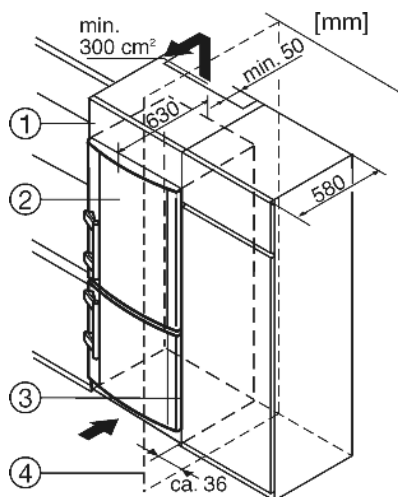

Fig. 8
- (1) Nastavná skříňka
- (2) Přístroj
- (3) Kuchyňská skříň
- (4) Stěna
Zařízení lze zabudovat do vybavení kuchyně. K vyrovnání přístroje Fig. 8 (2) na výšku kuchyňské linky lze na přístroj nasadit odpovídající nástavec Fig. 8 (1).
Při montáži do normalizovaných kuchyňských skříní (hloubka max. 580 mm) lze přístroj instalovat hned vedle kuchyňské skříně Fig. 8 (3). Dvířka přístroje přesahují přední stěnu kuchyňské skříně na stranách o 34 mm a uprostřed o 50 mm. To umožňuje jejich volné otevírání a zavírání.
Když se přístroj instaluje závěsy vedle stěny Fig. 8 (4), musí být vzdálenost přístroje od stěny alespoň 36 mm. To odpovídá přesahu madla při otevřených dveřích.